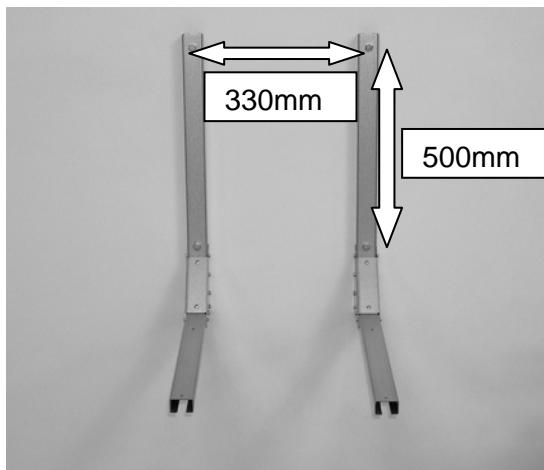

Bild 1
1. Skruva fast konsolerna på väggen med 4st 8mm skruv och 330 mm centrumavstånd (se bild 1).